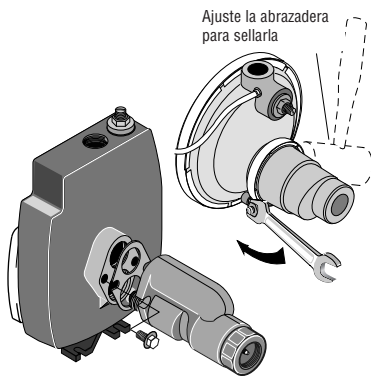

Figura 8: Instale el Eyector
2. Instale el kit de eyector FP4875 o el kit FP4855 (los kits se venden por separado). Siga las instrucciones que vienen incluidas en el kit. Asegúrese de alinear el venturi con el orificio superior en la parte frontal de la bomba (Vea la Figura 8).